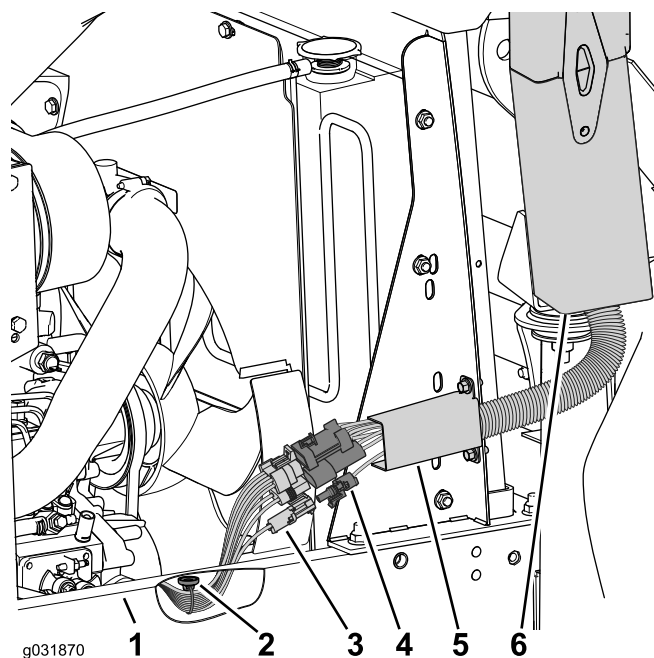

Figura 58
4. Posicione el soporte magnético en la parte inferior del bastidor (Figura 58).
5. Conecte el arnés de cables de la máquina al arnés de cables de la cabina (Figura 58).